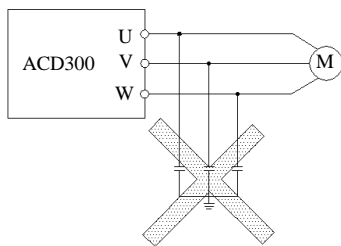

图 1-2 变频器输出端禁止使用电容器
- (12) 禁止输出侧安装改善功率因数的电容器或防雷用压敏电阻等, 否则将造成变频器故障跳闸或器件的损坏, 如图 1-2 所示。